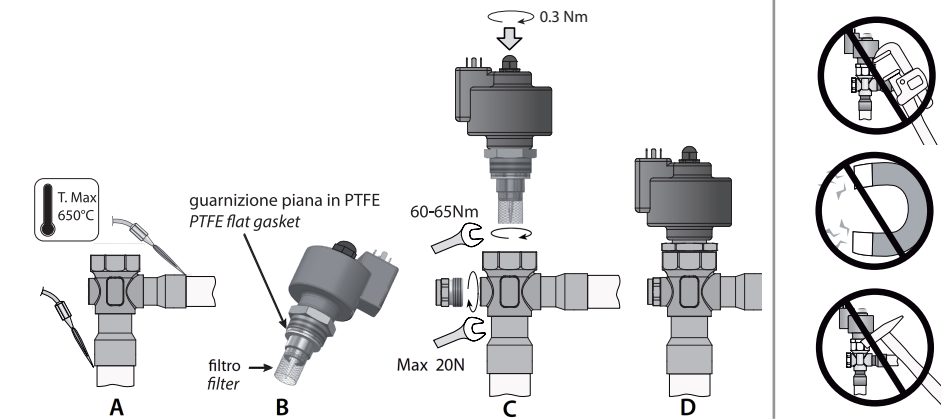

Fig. 2
Le valvole E3V-S devono essere saldate al circuito mediante brasatura dei raccordi in rame ai tubi di uscita condensatore (IN) e di ingresso evaporatore (OUT). Seguire la successione indicata in Fig. 2 procedendo in questo modo:
2. Procedere alla saldatura orientando la fiamma verso l'estremità dei raccordi come da Fig. 2-A (per una migliore brasatura senza alterare la tenuta della zona di saldatura tra corpo e raccordi utilizzare lega con temperatura di fusione inferiore a 650 °C o con tenore di argento superiore del 25 %).
3. Verificare che la guarnizione piana in PTFE sia presente e posizionata in sede (Fig. 2-B).
4. Verificare che il filtro in rete metallica sia inserito sulla boccola di ottone (Fig.2-B). In caso contrario, posizionarlo come in figura e portarlo in battuta. **Attenzione! Utilizzare il filtro solo in mono-direzionale con ingresso del fluido dal raccordo laterale. In caso di utilizzo della valvola in direzione contraria, prevedere apposito filtro nel circuito, togliendo quello fornito.**
5. Avvitare nel corpo valvola la cartuccia in acciaio sull'apposito alloggiamento filettato con una chiave a forchetta da 32. Serrare la cartuccia sul corpo valvola con una coppia di serraggio suggerita di 60-65 Nm (Fig. 2-C).
The E3V-S valves must be joined to the circuit by braze welding the copper fittings to the condenser outlet (IN) and evaporator inlet (OUT) pipes. Proceed as indicated in Fig. 2:
2. Weld by aiming the flame at the ends of the fittings as shown in Fig. 2-A (for better braze welding without affecting the seal of the welded area between the body and the fittings, use alloys with a fusion temperature less than 650 °C or with a silver content above 25%);
3. Make sure that the PTFE flat gasket is present in its seat (Fig. 2-B).
4. Make sure that the metal mesh filter is inserted on the brass bushing (Fig.2-B). Otherwise, position it as shown in the figure and make sure it's properly in place.
5. Tighten the steel cartridge in its threaded socket on the valve body using a 32 mm spanner. Tighten the cartridge on the valve body to a recommended tightening torque of 60-65 Nm (Fig. 2-C). For faster valve assembly, do not remove the motor from the cartridge.
7. When the valve has cooled down, tighten the fl ow sight glass to the special threaded socket in the valve body (in line with the cross fitting) using a 17 mm Allen key, making sure the O-ring is f itted (OR - 114 –inside diameter 11.1 mm – thickness 1.78 mm – material: Neoprene) to ensure hermetic tightness. Tighten the sight glass to the end of the thread (Fig. 2 C), with maximum 20 Nm torque. **Warning! To ensure better tightness of the assembly, use the Neoprene O-ring (other materials may aff ect the correct operation of the assembly) lubricated with a thin layer of compatible oil.**